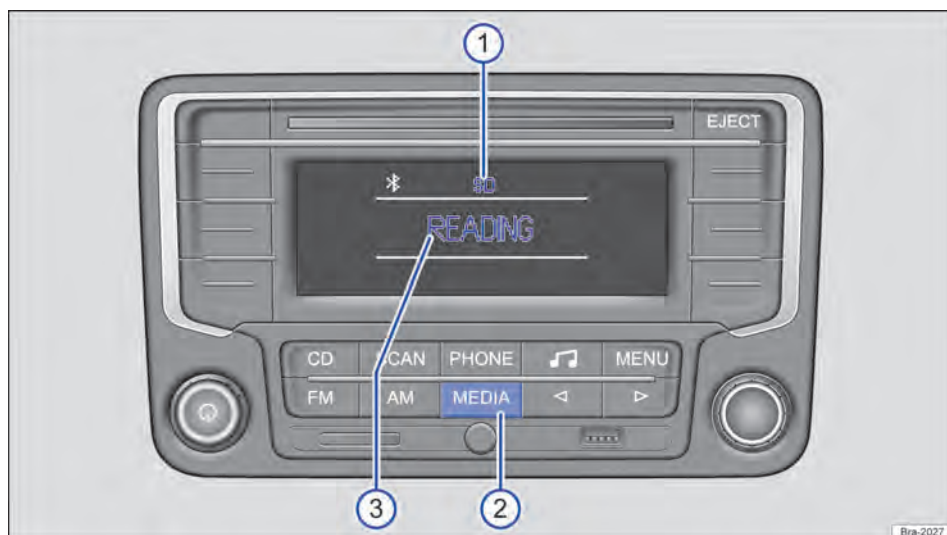
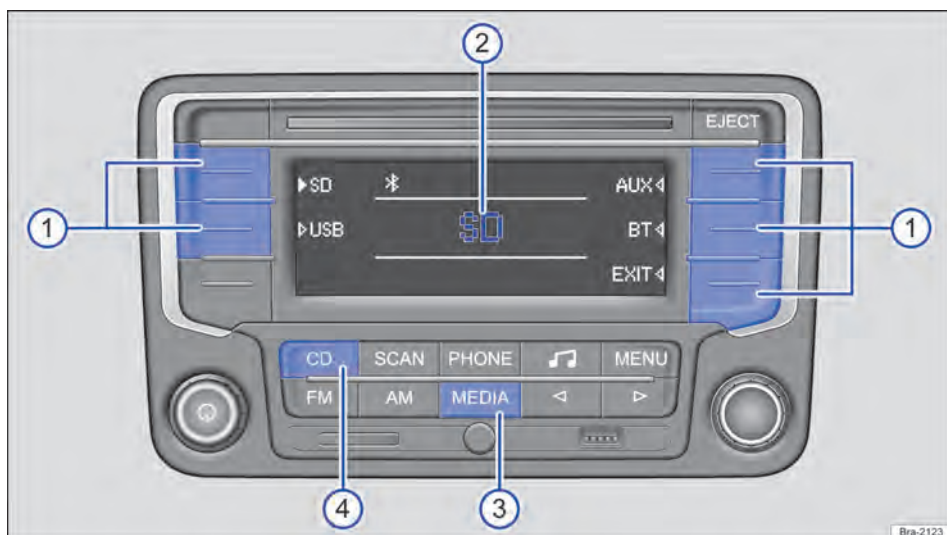

Fig. 154 Exemplo de exibição na operação de mídia: o rádio lê arquivos de um cartão SD.
Fig. 155 Exemplo de exibição na operação de mídia: a reprodução da última fonte de mídia tocada é continuada, outras fontes de mídia são selecionáveis.
Na operação de mídia podem ser selecionadas e controladas diferentes fontes de mídia. Para trocar para a operação de mídia, pressionar brevemente o botão do aparelho **MEDIA** → Fig. 154 ②.
Se a última fonte de mídia tocada ainda estiver conectada, a reprodução dessa fonte de mídia será automaticamente continuada e na troca para a operação de mídia ela será brevemente exibida no centro do display → Fig. 155 ②.
Na operação de mídia em execução, a fonte de mídia selecionada sempre será exibida na parte superior central do display → Fig. 154 ①.
Todas as fontes de mídia selecionáveis → Página 173, *Selecionar as fontes de mídia* são exibidas na área lateral do display → Fig. 155. Em algumas situações de operação, por exemplo, enquanto o rádio lê uma fonte de mídia, nenhuma fonte de mídia é selecionável → Fig. 154.
No centro do display é exibido o status atual da fonte de mídia, por exemplo, **READING**, enquanto o rádio lê uma fonte de mídia → Fig. 154 ③, informações sobre a faixa → Página 175 ou mensagens de erro:
Iniciar a operação de mídia → Página 172, *Menu principal MEDIA*. Se a última fonte de mídia tocada ainda estiver conectada, a reprodução dessa fonte de mídia será automaticamente continuada e na troca para a operação de mídia ela será brevemente exibida no centro do display → **Fig. 155 ②**.
Nas áreas laterais do display são exibidas todas as fontes de mídia selecionáveis → **Fig. 155**. Selecionar a fonte de mídia desejada da seguinte maneira:
- Pressionar brevemente o botão de função programado com a fonte de mídia desejada → **Fig. 155 ①**.
- **OU:** pressionar o botão do aparelho **MEDIA** tantas vezes necessárias até que seja exibida a fonte de mídia (exceto CD) → **Fig. 155 ③**.
- **OU:** pressionar o botão do aparelho **CD** para reproduzir um CD da unidade de CD interna → **Fig. 155 ④**.